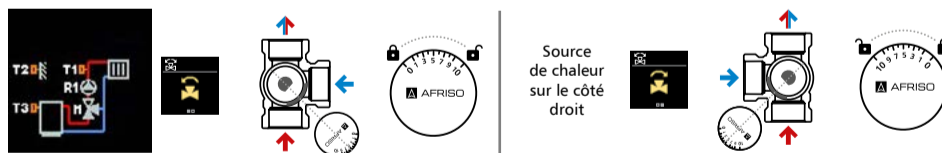

Fig. 9. Schéma avec vanne mélangeuse 3 voies (chauffage au sol ou radiateur).
- Les capteurs de température T1, T2, T3, T4 doivent être installés conformément au schéma sélectionné (Fig. 9., Fig. 10., Fig. 11.), en utilisant les adaptateurs inclus dans le kit. Le capteur T2 est un capteur externe qui doit être monté sur le mur du côté nord à une hauteur minimale de deux mètres au-dessus du niveau du sol.
Dans la dernière étape, réglez l'échelle appropriée « de 0 à 10 » ou « de 10 à 0 » selon le schéma sélectionné (Fig. 9., Fig. 10., Fig. 11.). Pour changer l'échelle, enlevez la plaque, retournez-la et remettez-la en place.